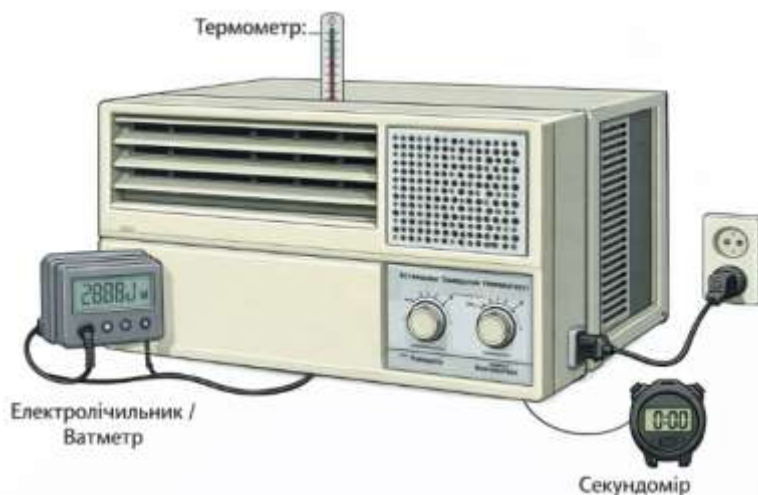

Рис. 4.1. Склад експериментального стенду
12.1. Підготувати установку (рис. 4.1)